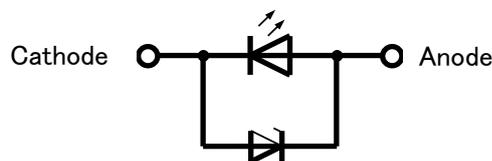

図 12. LED の内部回路例
- ・ No.7:NFSA172C(アンバー色)は逆方向に起電力が発生しています。これは LED に内蔵されている保護素子(ツェナーダイオード)で発生した光起電力が原因であると考えられます。上記の通りアンバー色は蛍光体濃度が高いため外部から照射された光の多くはそのまま透過せずに蛍光体によって黄色や赤色の光に変換されます。搭載されている LED チップは青色なのでそれよりもエネルギーの小さな黄色や赤色の光で光起電力は発生しませんが、ツェナーダイオードはエネルギーギャップが小さいため黄色や赤色の光でも光起電力が発生します。保護素子としてのツェナーダイオードは図 12 のように LED チップとは逆極性に並列で接続されているため、ツェナーダイオードで発生した起電力も LED に対して逆の極性で現れます。なお No.2:NCSA170F も同じくツェナーダイオードを搭載するアンバー色の LED ですが、ツェナーダイオードが反射材で覆われ光が当たらない構造になっているため逆方向の起電力は発生していません。